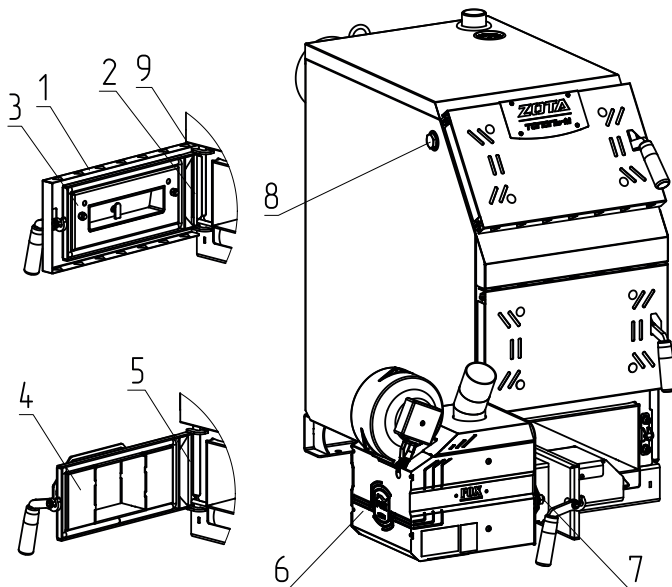

Рис. 7 Порядок установки двери на твердотопливные котлы Master/Master X 14, 20; Тополь-М 14, 20, 30; Тополь-ВК 16, 22, 32
- Снимите обшивку дверцы (Рис.7, поз.1), снимите стопорную шайбу (Рис.7, поз.9) (В котлах Master X обшивки и стопорной шайбы нет) извлеките ось (Рис.7, поз.2) и снимите дверцу зольную (Рис.7, поз.3).
- Далее установите адаптер горелки (Рис.7 поз.4) и зафиксируйте его осью (Рис.7, поз.5).
- Установите горелку (Рис.7, поз.6) на котел и зафиксируйте ее гайками (Рис.7, поз.7).
- Для установки гильзы под датчик температуры и перегрева снимите пробку или тягорегулятор (если установлен) и установите гильзу (Рис.7, поз.8) в освободившееся отверстие.